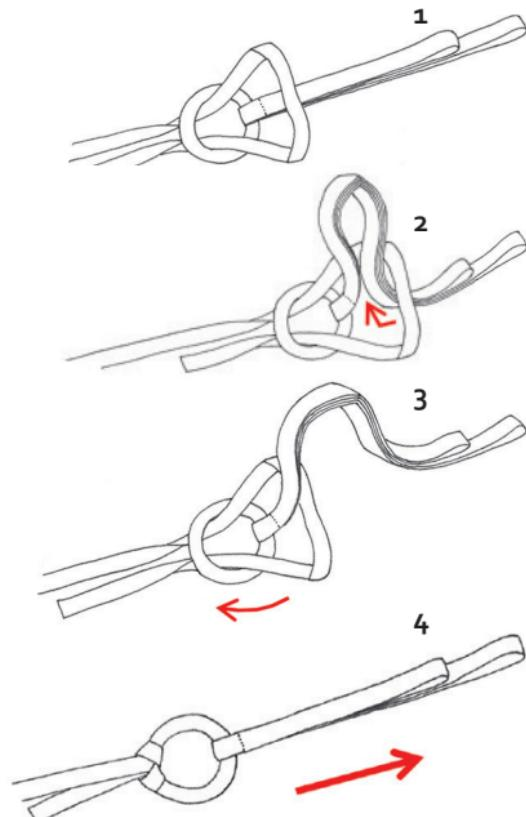

Fig. 14
- Poner la cinta restante doble y pasarla por el anillo de la ayuda del tirador (Fig. 14, 1).
- Continuar como se representa en Fig. 14, 2–4.